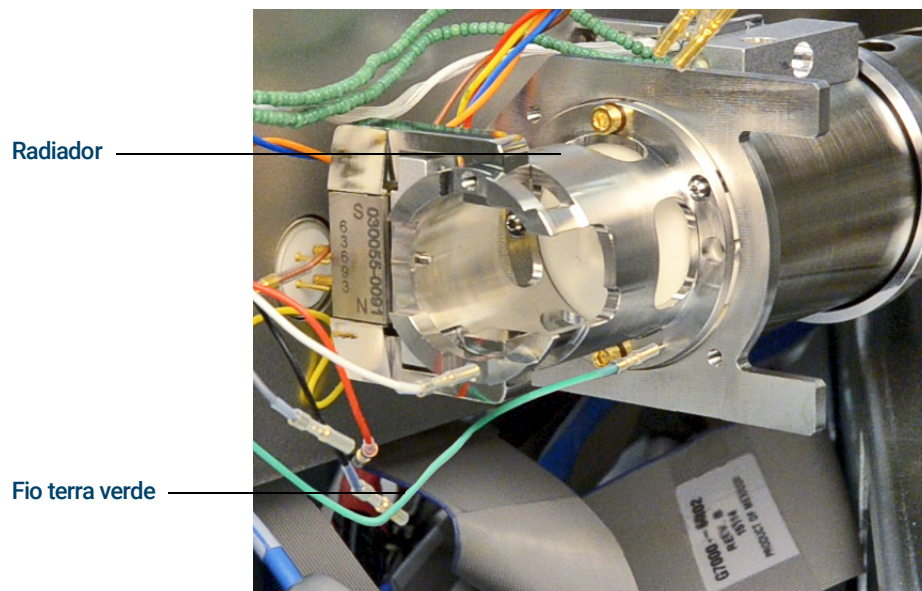

Figura 72 Radiador da fonte de CI
- 2 Conecte o fio terra verde ao radiador. (Consulte Figura 72.)